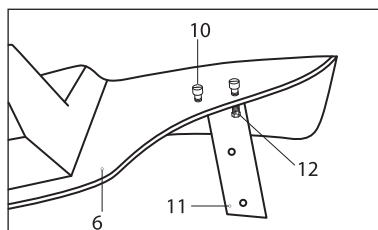

рис. 4
Установите на защитный кожух (6) нож (11) для подрезки триммерной лески (рис. 4).